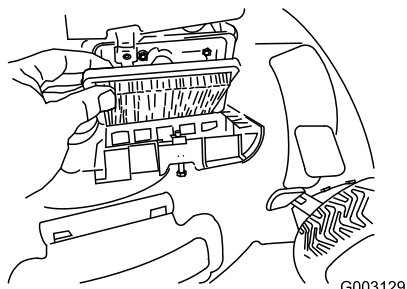

Figura 36
4. Montate il coperchio (Figura 36).